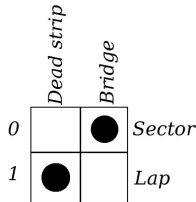

Figura 11: puente Ds sensor de sector, corte de pista sensor de final de vuelta
Para que el puente DS sea interpretado por la *Track Interface* como sensor de sector y el corte de pista como sensor de final de vuelta, es necesario ajustar el doble *swich* (5) como mostrado en la figura 11.